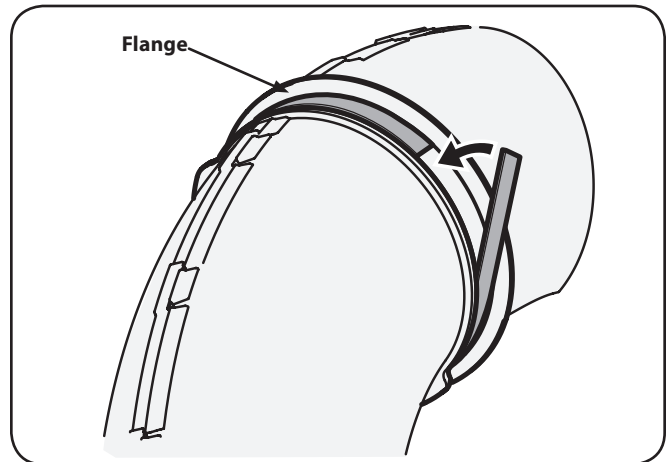

Figure 4-25
14. Épluchez le dégagement de la bande de mousse auto-adhésives (721-04388) qui a été inclus avec votre collecteur d'herbe. Appliquez-le sur le plateau supérieur, à égalité contre la bride comme indiqué sur la Figure 4-25.